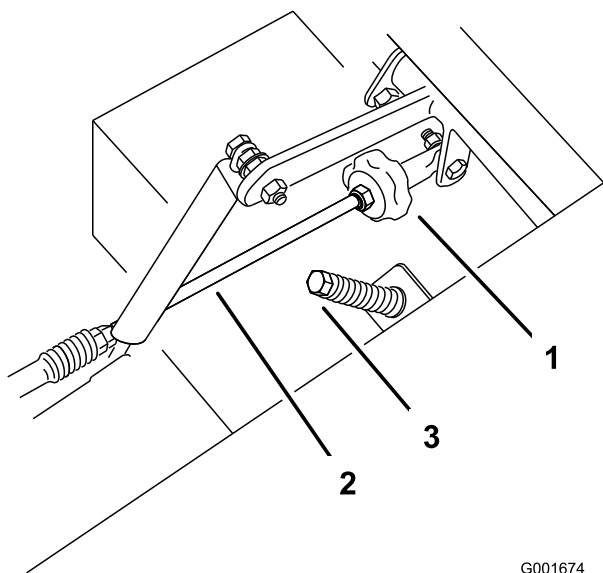

Bild 58
2. Stellen Sie die Länge der Pumpstange ein, indem Sie das Handrad an der Stange so weit in die entsprechende Richtung drehen, bis das Rad stillsteht oder sich leicht zurückdreht (Bild 58).